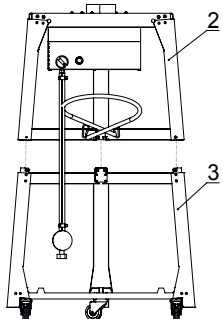

Рис.5 - Сборка оснований
- Установите основание среднее газового фонаря в сборе с блоком управления (позиция 2, рис. 5) на основание нижнее (позиция 3 рис. 5). Закрепите их между собой на 6 винтов.